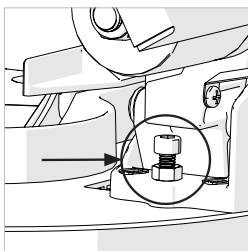

Fig. 31
- Desaperte ligeiramente a porca de aperto do parafuso de ajuste do marcador de ângulo do bisel de 0°. (**Fig. 31**)